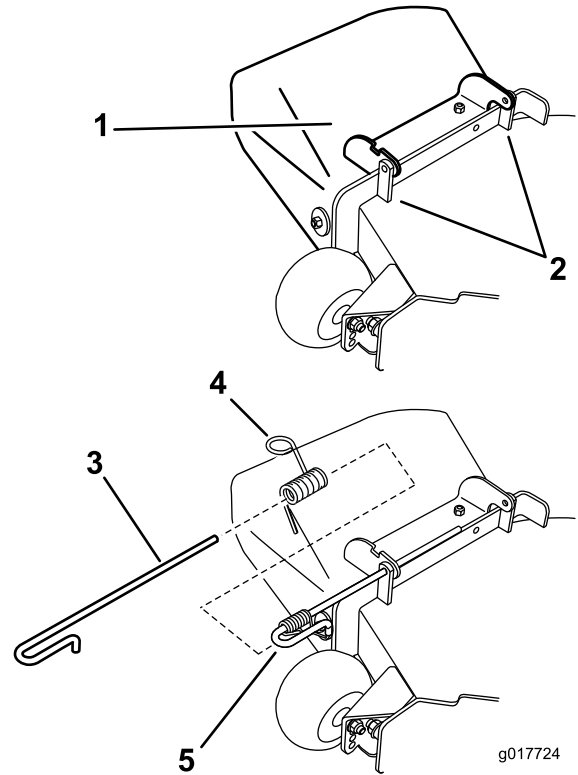

Figura 71
1. Desenganche el muelle de la muesca del soporte del deflector, y retire la varilla de los soportes soldados de carcasa, el muelle y el deflector de descarga (Figura 71).
3. Coloque el nuevo conjunto del deflector de descarga con los extremos de los soportes entre los soportes soldados de la carcasa, según se muestra en la Figura 71.